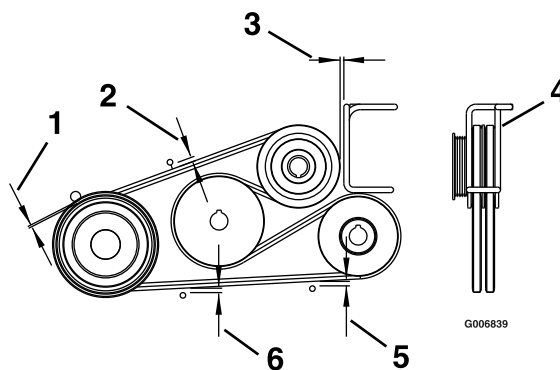

Figura 63
4. Ajuste as guias da correia como se mostra na Figura 63.